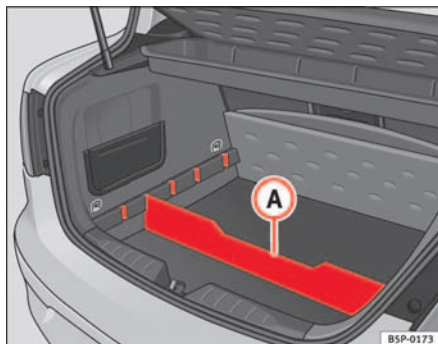

Abb. 104 Trennelement
- Das Trennelement (A) ⇒ Abb. 104 je nach Größe der zu transportierenden Gegenstände in die seitlichen Schlitze einsetzen. Unter dem Fach befinden sich die Bordwerkzeuge und das Ersatzrad.